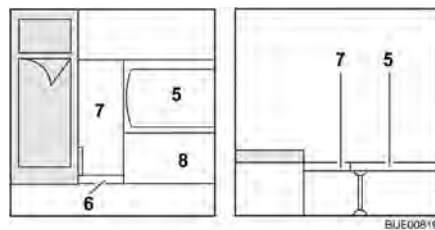

Fig. 93 Durante la transformación
- Desplegar y fijar la tabla adicional (Fig. 93,6) con la bisagra en banda en el baúl-banco (Fig. 93,8).
- Colocar la tabla adicional (Fig. 93,7).